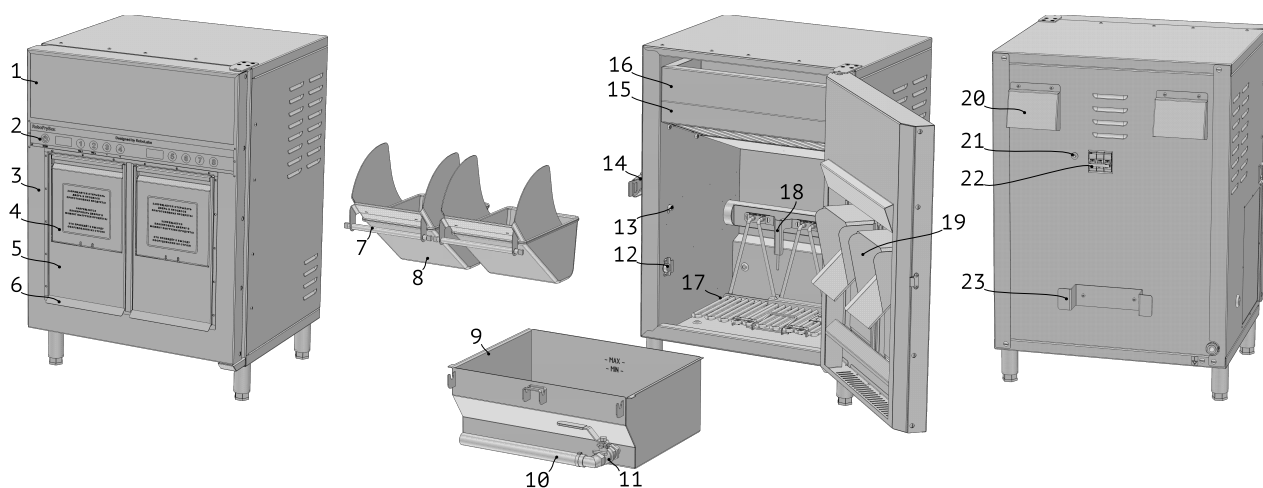

Рисунок 1
Изделие состоит из следующих основных компонентов (см. Рис. 1):
10. Опустите блок нагревательных элементов в ванну. Блок фиксируется в верхнем положении. Для того, чтобы опустить его, используйте рукоятку (поз. 12 Рис. 1).
14. Установите уголки-отражатели (поз. 5 Рис. 1) под заслонки (поз. 4 Рис. 1).